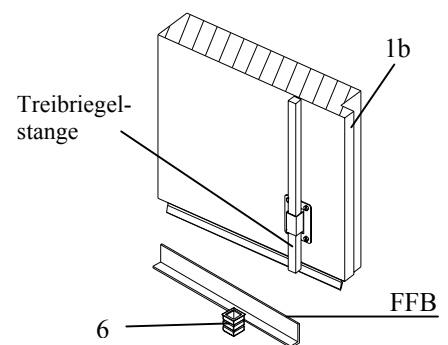
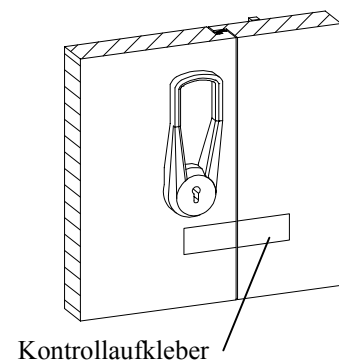

Bild 1.6 Standflügel
Bild 1.7 Kontrollaufkleber
- 1.10** Die Türflügel einhängen und schließen. Beim Standflügel muß die untere Treibriegelstange in das Aufnahmestück (6) gleiten, **Bild 1.6** bzw. obere Stange im Rahmen sich fixieren. Den am Türblatt angebrachten Kontrollaufkleber beachten. Dieser muß in einer geraden Flucht zueinander stehen. **Bild 1.7**